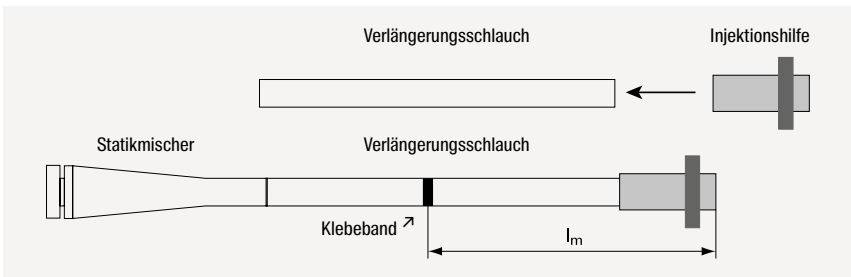

Abb. 7: Aufbau der Injektionsverlängerung
- Schließlich ist auf dem Verlängerungsschlauch mit **Klebeband** die Markierung der Injektionslänge l_m anzubringen (Abb. 7).